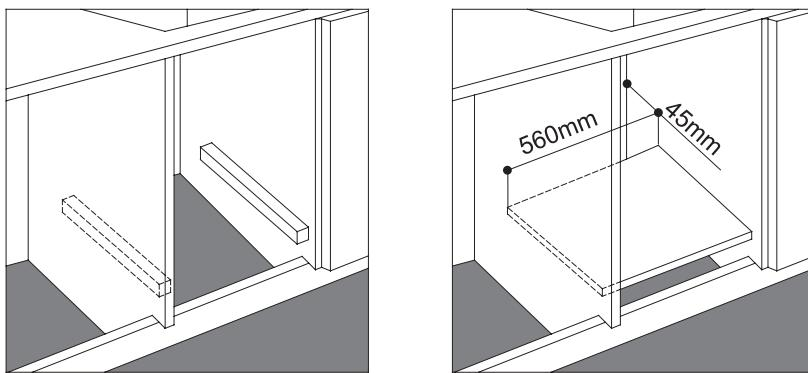

Рис. 7
8. Если варочная поверхность устанавливается над встроенной духовкой, предпочтительнее, чтобы духовка опиралась на два деревянных бруса, прикрепленных к внутренним стенкам корпуса кухонной мебели; при объединенной поверхности кухонного комплекса, должен быть обеспечен зазор позади духового шкафа не менее  $45 \times 560$  мм (Рис. 7).